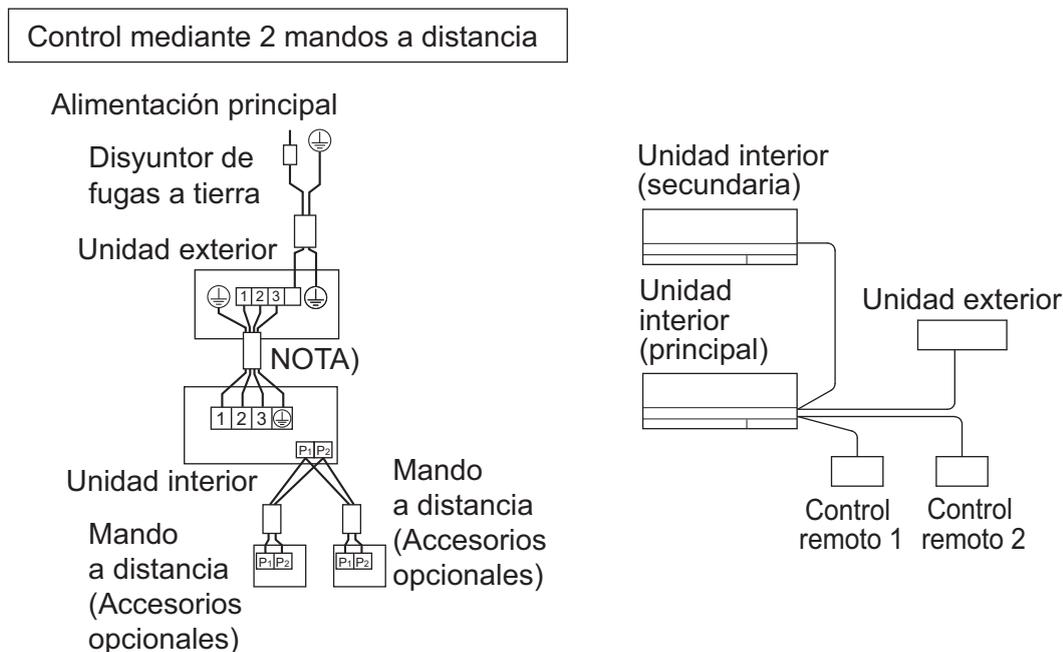

Fig. 29
- (1) Retire la cubierta de la caja de controles. (Consulte el apartado "5. INSTALACIÓN DE LA UNIDAD INTERIOR".)
- (2) Realice un puente entre los terminales (P1 y P2) en el interior de la caja de control para el mando a distancia. (No hay polaridad). **(Consulte la Fig. 29)**